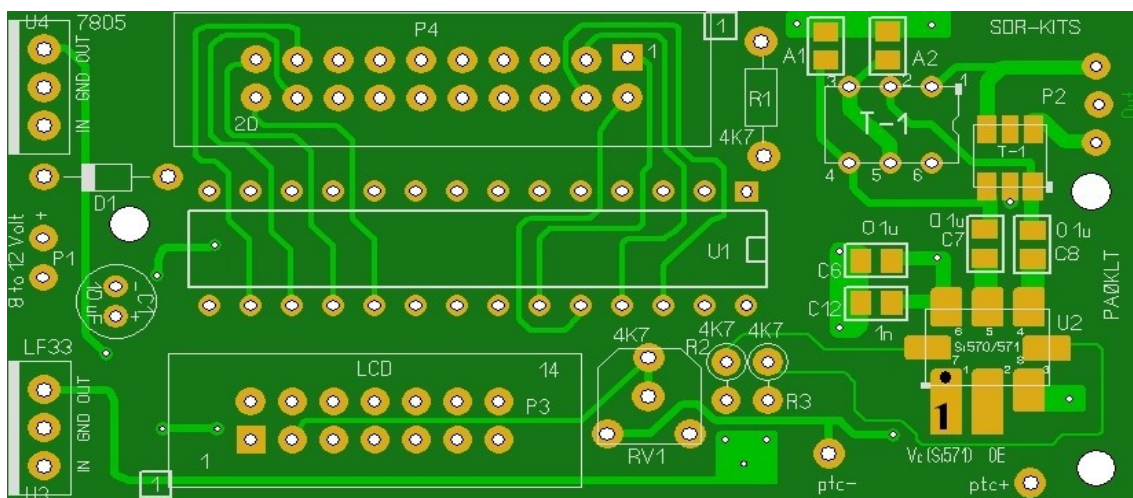

Fig 2 : Implantation des composants sur la face supérieure. Notez la position du point 1 de P3 et P4
- Commencez avec les condensateurs céramique 0805 de 1 μ F C2,C3, C4 et C5 (bande bleue) comme indiqué sur la figure 2. (il n'y a pas d'indication de polarité étant donné que les condensateurs ne sont pas polarisés).
- **Connecteur LCD J1** : A ce stade, nous allons relier l'afficheur LCD. Avant de couper la nappe, prenez en compte la longueur nécessaire en fonction du boîtier que vous utilisez. Coupez à la longueur nécessaire pour relier le circuit imprimé à l'écran LCD. Séparez les 2 fils du côté opposé au fil marqué en rouge, pour réduire la nappe à 14 conducteurs. Insérez le câble perpendiculairement dans le connecteur IDC, **de façon à ce que le fil marqué en rouge soit relié à la pin 1 de P3** (Voir Fig 2). Serrez dans un petit étau., jusqu'à ce que le câble soit solidement enfoncé dans le connecteur.
Note : l'orientation correcte de J2 est visible en Fig. 2. Les broches 17 à 20 sont réservées pour une utilisation future. Le tableau ci-dessous indique les principales connexions nécessaires aux 4 boutons-poussoirs (< ESC et MEM) et l'encodeur rotatif de réglage de la fréquence.
Le fil venant de la broche 7 (encodeur switch A) est soudé à la broche droite de l'encodeur, et le fil venant de la broche 8 (encodeur switch B) à la broche du milieu. Reportez-vous à l'annexe 1, Fig 2.
- Reportez-vous à la Fig 2 et déposez un peu de soudure sur les pastilles correspondant aux pattes 1 et 4 du Si 570. Repérez la patte 1 du Si 570 repérée par un point sur le boîtier et alignez-la avec la pastille 1 du circuit imprimé visible sur la Fig 2 ci-dessous. Placez le Si 570 sur les pastilles et soudez la patte 1. Vérifiez l'alignement. Soudez ensuite les pattes restantes. Assurez-vous qu'il y ait un petit pont de soudure qui relie chaque patte du Si 570 à la pastille du circuit imprimé. Vérifiez toutes les connexions, particulièrement celles entre les pattes 7 et 8 et le circuit imprimé (cause fréquente de l'absence de dialogue entre l'AVR et le Si 570).